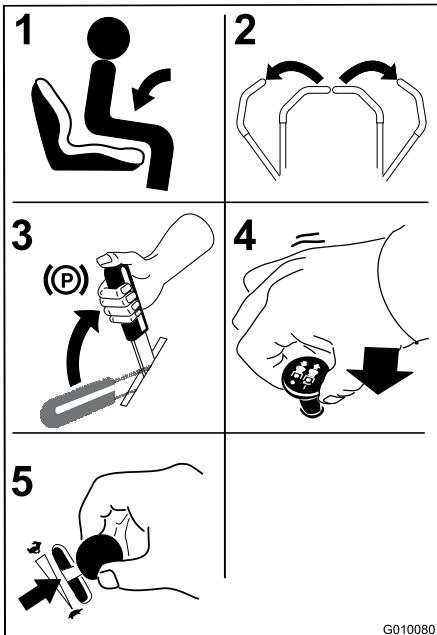

Bild 15
1. Nehmen Sie auf dem Sitz Platz (Bild 15).
2. Stellen Sie die Fahrantrebshebel in die arretierte Leerlauf-Stellung (Bild 15).
3. Aktivieren Sie die Feststellbremse (Bild 15); siehe „Aktivieren der Feststellbremse“.
4. Stellen Sie den Zapfwellenantriebsschalter (ZWA) auf die Aus-Stellung (Bild 15).